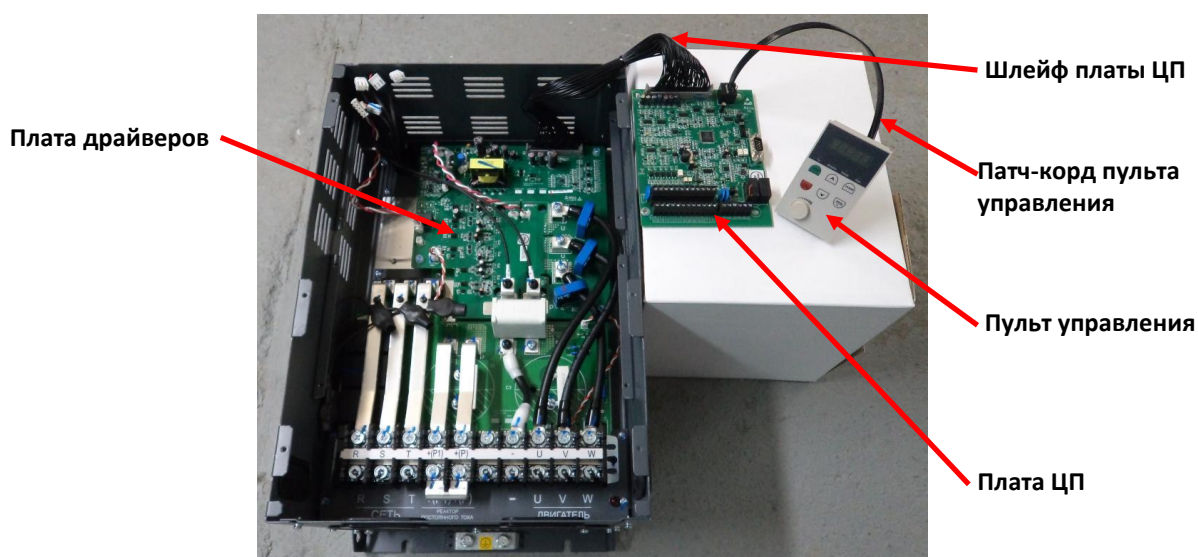

Рис.4.16
- 4.11.8. Присоединить шлейф платы ЦП 4.4.7 к плате драйверов 4.4.1 и к плате ЦП 4.4.6 (рисунок 4.16).
- 4.11.9. Присоединить патч-корд пульта управления к плате драйверов и пульту управления (рисунок 4.16).